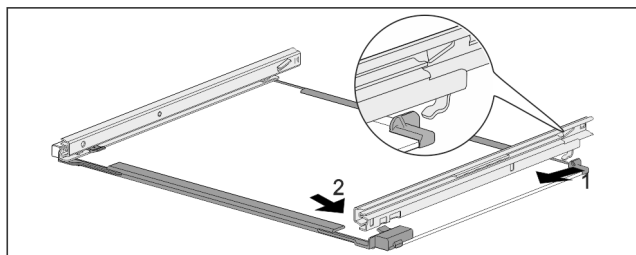

Fig. 169 Płyta szklana z szynami
- ▶ Zaczepić szynę z tyłu. Fig. 169 (1)
- ▶ Zazębnić szynę z przodu. Fig. 169 (2)